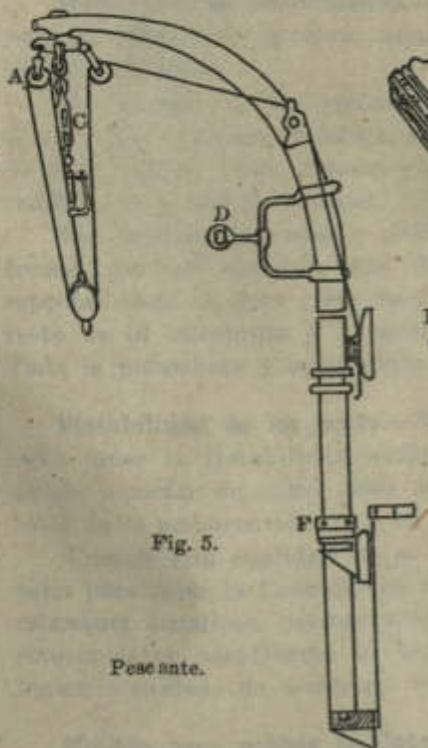

Fig. 5.
Pescantes ordinarios — calzos.—La forma ordinaria de los pescantes es rectilínea por su parte inferior, uniéndose de modos diversos al costado de los buques, y curva por la parte superior para que sobresalgan del costado. Las cabezas de cada par o juego de pescantes están unidos entre sí por un **nervio** y además lo están al costado por medio de dos **vientos**; el pescante descansa en una pieza especial, llamada **tintero** y además tienen algunos, dos barras metálicas en forma de (X) para hacer más resistente el conjunto a los esfuerzos a que ellos están expuestos (Fig. 5).